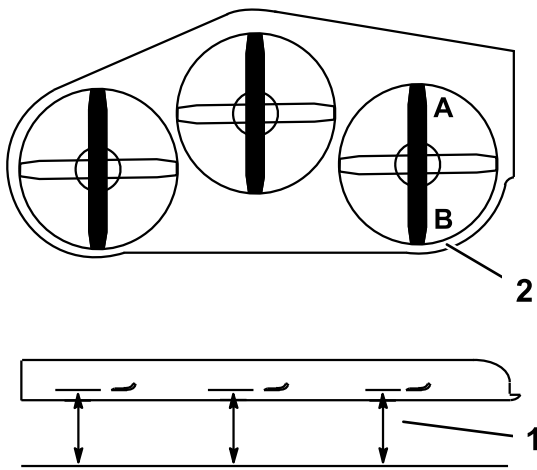

Bild 73
- Stellen Sie ein Messer in Längsrichtung. Messen Sie an den Stellen **A** und **B** von einer ebenen Oberfläche bis zur Schnittkante der Messerspitzen (Bild 73).